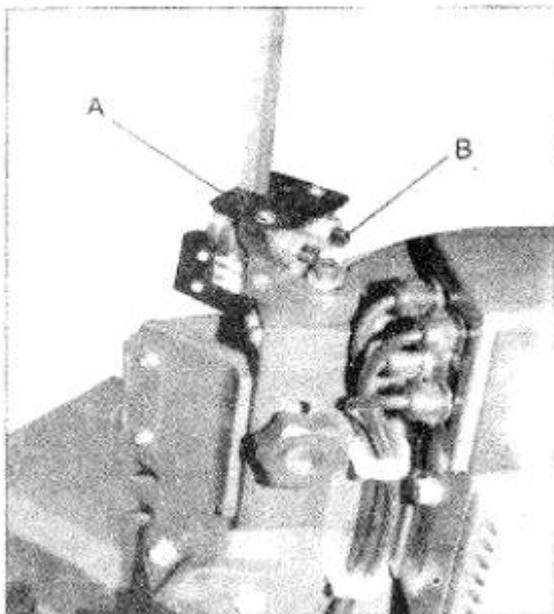

Рис. 14
3. Открутить винт (А на рис. 14) и настроить узел так, чтобы роликовый подшипник был на расстоянии 0,08 мм ~ 0,12 мм от задней стороны полотна.